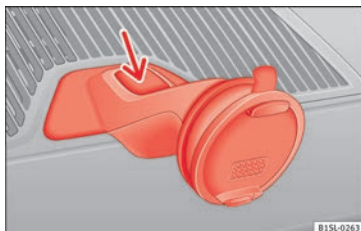

Fig. 95 Desmontagem do alojamento do navegador.
- Pressione o botão de desbloqueio do alojamento » **Fig. 95** (seta).